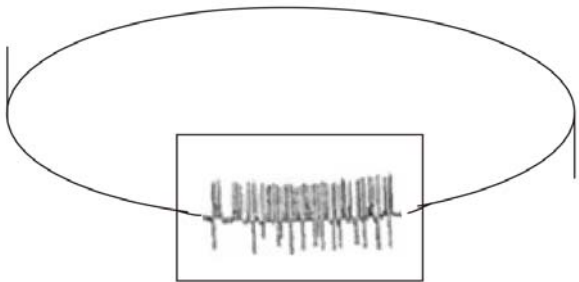

图 7-3 零标及电晕示意图
3. 当电晕放电图形出现在椭圆 270° 相位时，如图 7-3 示，表明检测系统电源电压与试验电压是同相同极性。也即正零标线是检测系统电源电压与试验电压共同的零相位。负零标线是共同的 180° 相位。